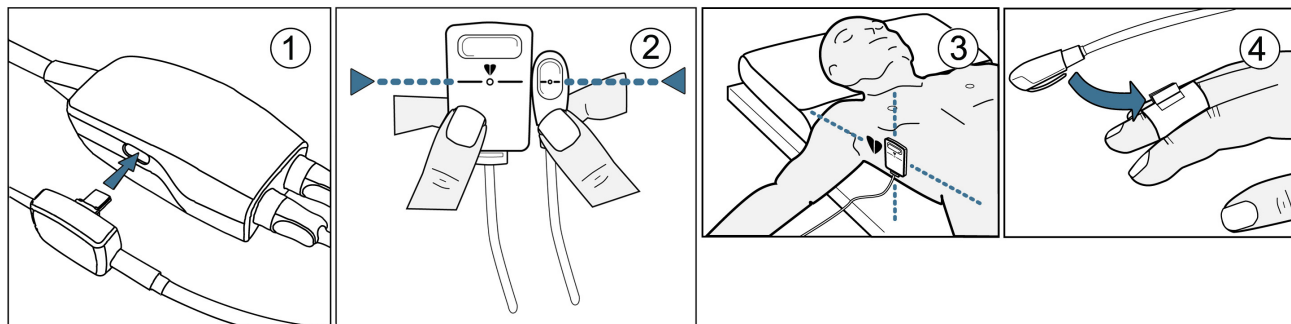

Figure 11-4 Mise en place du capteur de référence cardiaque
- 1 Raccorder le HRS au régulateur de pression. Voir l'illustration ① de la figure 11-4.
- 2 Aligner verticalement les deux extrémités du HRS et appuyer sur le bouton zéro. Voir l'illustration ② de la figure 11-4.
- 4 Appliquer l'extrémité côté cœur du HRS sur le patient au niveau de l'axe phlébostatique en utilisant une pince HRS. Voir l'illustration ③ de la figure 11-4.
- 5 Fixer l'autre extrémité du HRS sur le manchon de doigt. Voir l'illustration ④ de la figure 11-4.